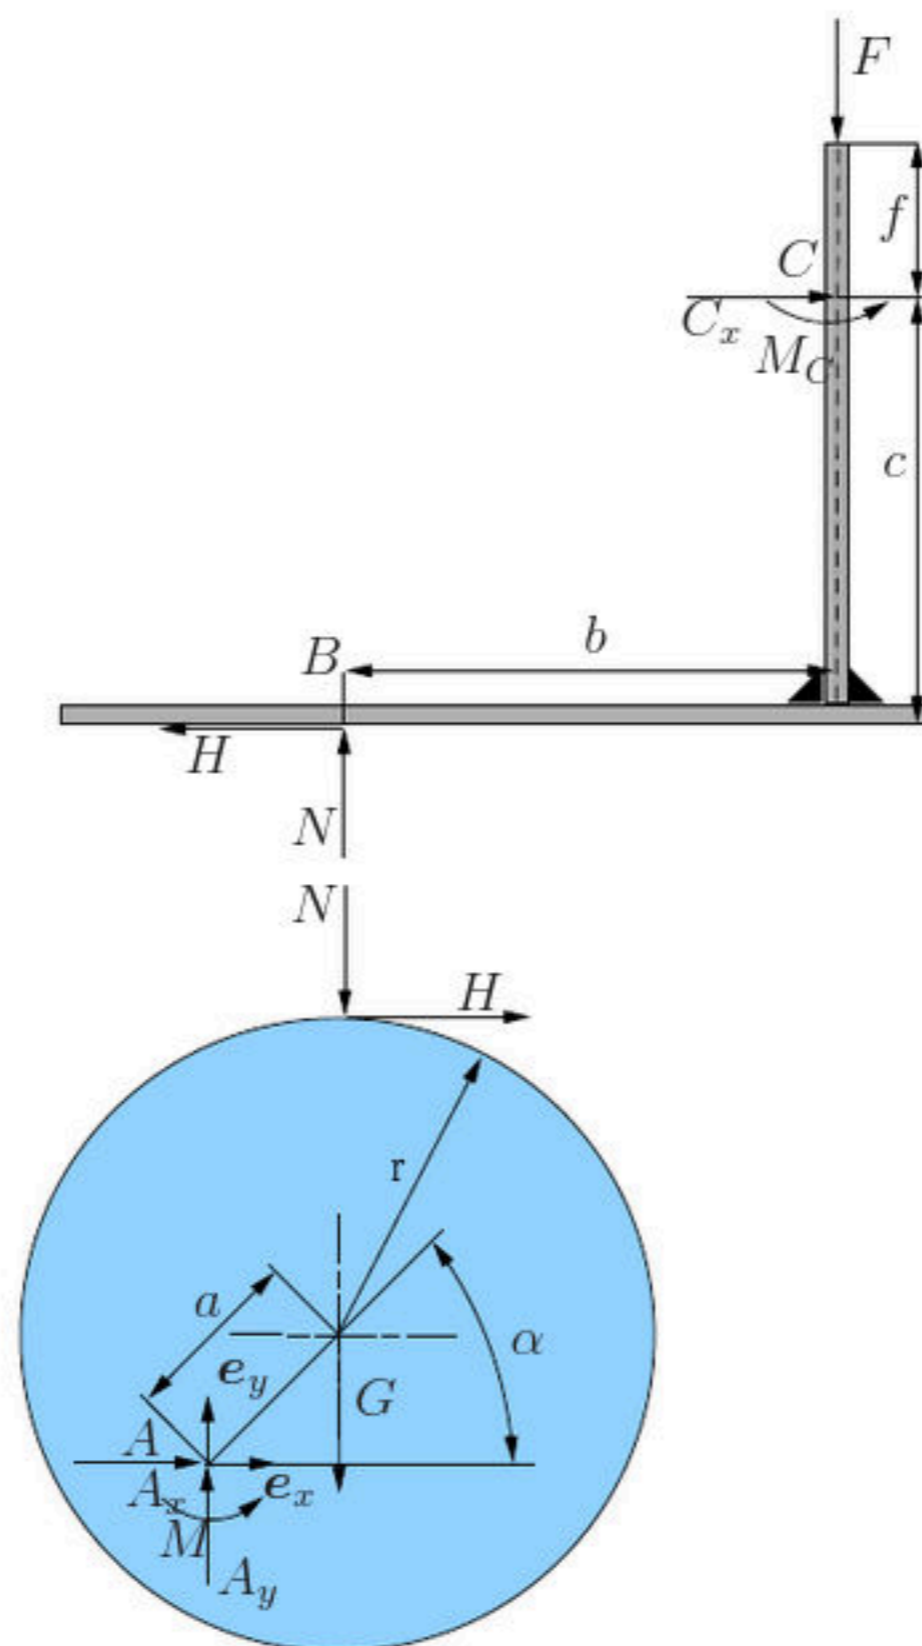

Abbildung 4.2: Freikörperbilder
1) Freikörperbilder (Abb. 4.2):